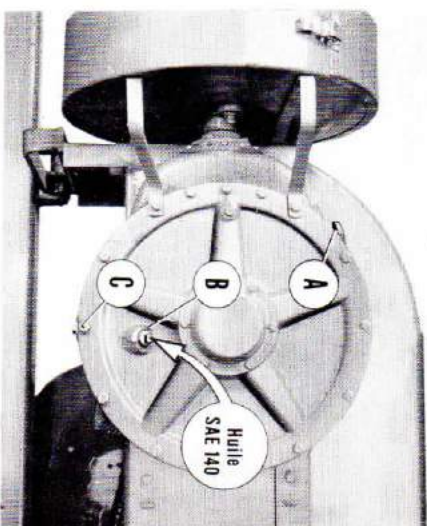

Fig. 35
- Changer l'huile du carter de transmission. Ce carter contient 2,8 litres d'huile de transmission SAE 140. Remplir jusqu'à ce que l'huile affleure l'orifice du bouchon de niveau (fig. 35).